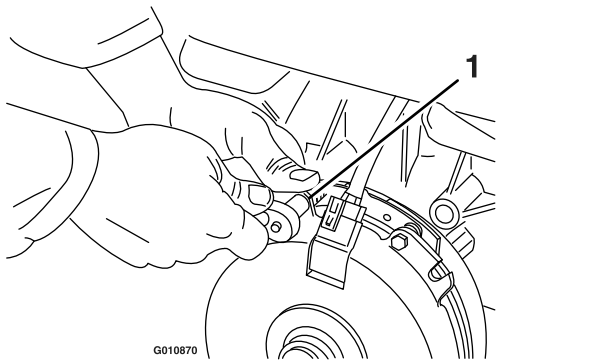

Bild 82
- A. Lösen Sie die beiden Befestigungsschrauben der Bremse um eine halbe bis ganze Umdrehung, wie in Bild 82 abgebildet.